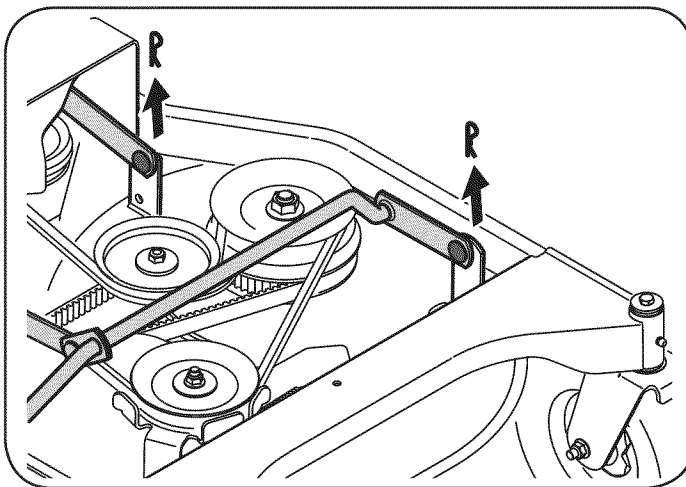

Figura 15
7. Mire la plataforma de corte desde el lado izquierdo de la cortadora y localice el pasador de horquilla que fija la varilla de sostén de la plataforma al lateral posterior izquierdo de la plataforma, Figura 15.
8. Extraiga el pasador de horquilla que fija la varilla de sostén, y extraiga con cuidado el soporte de la plataforma del brazo de elevación de la plataforma, Figura 15.